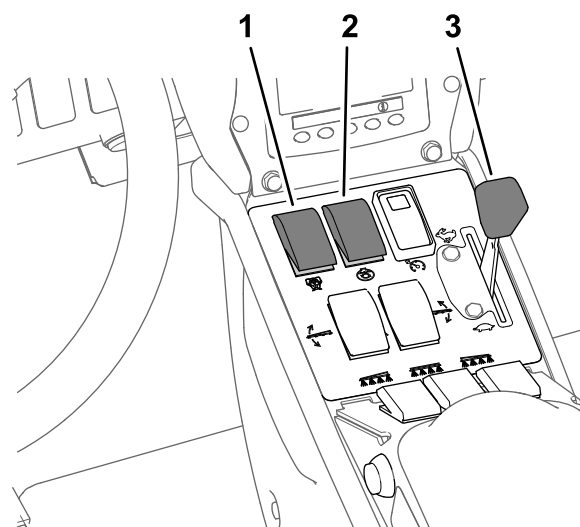

図 42
8. 攪拌スイッチとポンプスイッチを ON 位置にする 図 42。
9. スロットルを高速位置とする 図 42。
注 以下の手順は散布用ポンプが ON 状態であることを前提としています 図 42 散布率モードでの散布 (ページ 32) を参照。
4. 希望する散布に合わせてスロットル位置を調整する 図 42 散布率モードでの散布 \(ページ 32\)を参照。